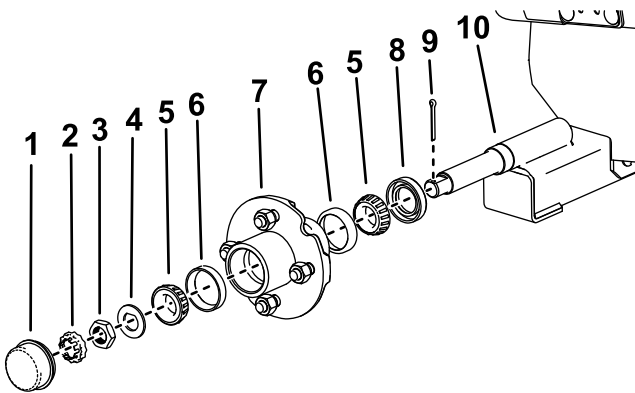

Figura 16
3. Retire el tapón antipolvo del cubo de la rueda (Figura 16).
4. Retire la chaveta y la contratuerca del retenedor (Figura 16).
5. Retire la tuerca del cubo, la arandela del husillo y el conjunto del cubo del eje (Figura 16).
3. Instale las tazas de los cojinetes y los cojinetes en el conjunto del cubo, tal y como se muestra en la Figura 16.
1. Instale el retén, el conjunto de cubo y la arandela del husillo, tal y como se muestra en la Figura 16.